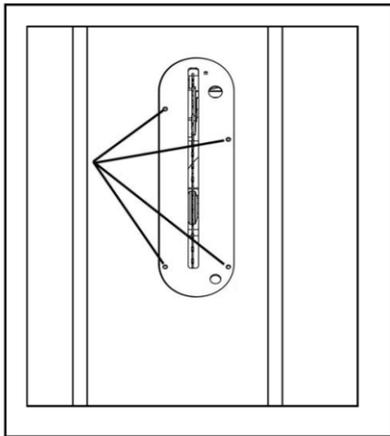

Рис.35
См. рис.35
7.5 Регулировка вставки в стол см. следующий рис.35